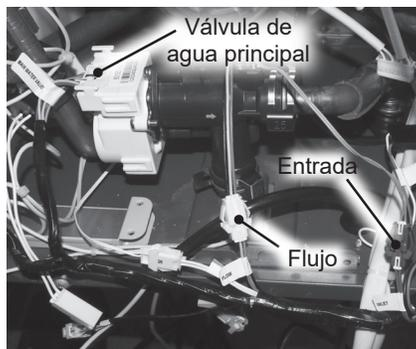

Figura 174 - Ubicación de los mazos de cables
14 Ubique la válvula de control de flujo detrás del soporte del módulo de interfaz de usuario (UIM) en el calentador de agua, como se muestra en la Figura 174. Desconecte los tres (3) mazos de cables que van hacia la válvula, marcados como:
22 Vuelva a conectar los tres (3) mazos de cables a la válvula de control de flujo que se desconectaron anteriormente en el Paso 14. Confirme que las conexiones del cableado estén firmes. Consulte la Figura 174.